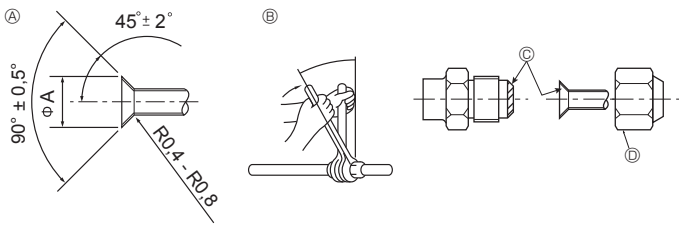

Fig. 4-1
4.2. Σωλήνες σύνδεσης (Fig. 4-1)